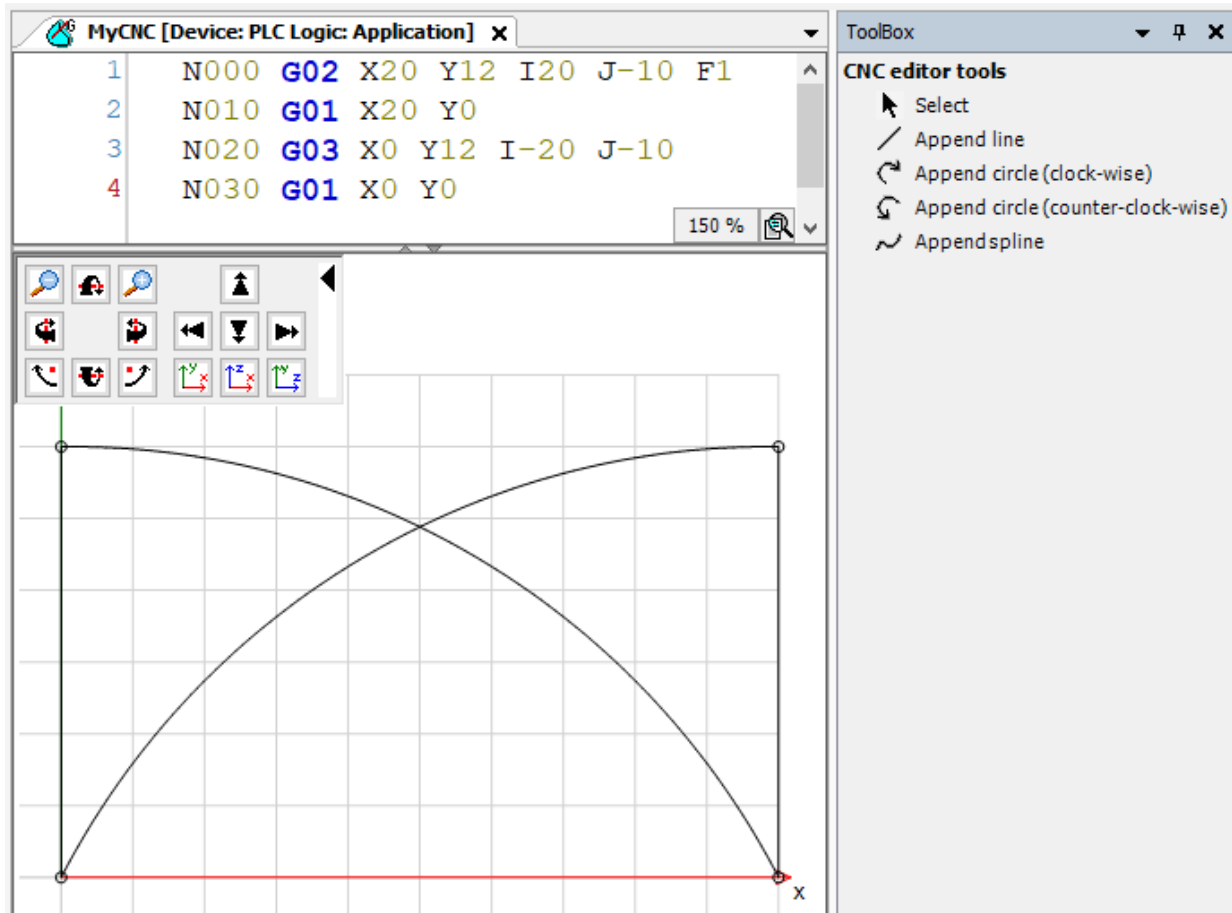

Figura 5.22: Programa CNC Básico.
- No editor CNC, escreva os comandos da Figura 5.22.